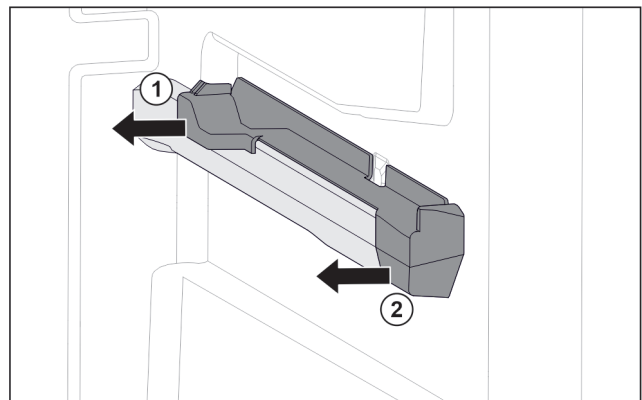

Fig. 31 Aufsteckteil auf der rechten Behälterrippe
- Aufsteckteil unten hinten greifen. Fig. 31 (1)
- Aufsteckteil hinten zur Seite abziehen. Fig. 31 (1)
- Aufsteckteil vorne zur Seite abziehen. Fig. 31 (2)